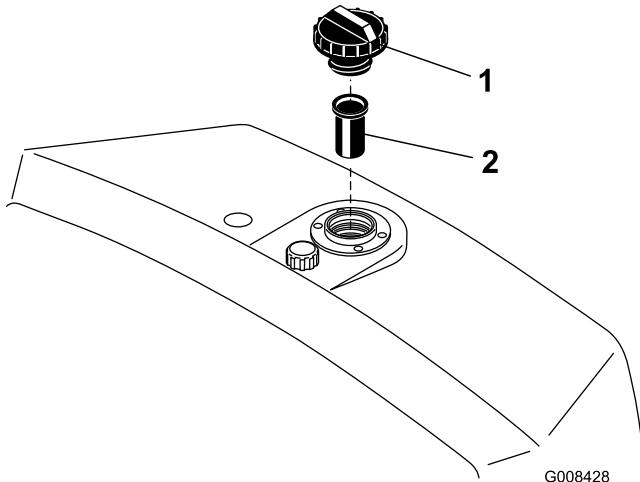

Bild 27
2. Entfernen Sie den Deckel vom Behälter und prüfen Sie den Ölstand. Der Ölstand sollte unten am Einfüllstutzen liegen (Bild 27).